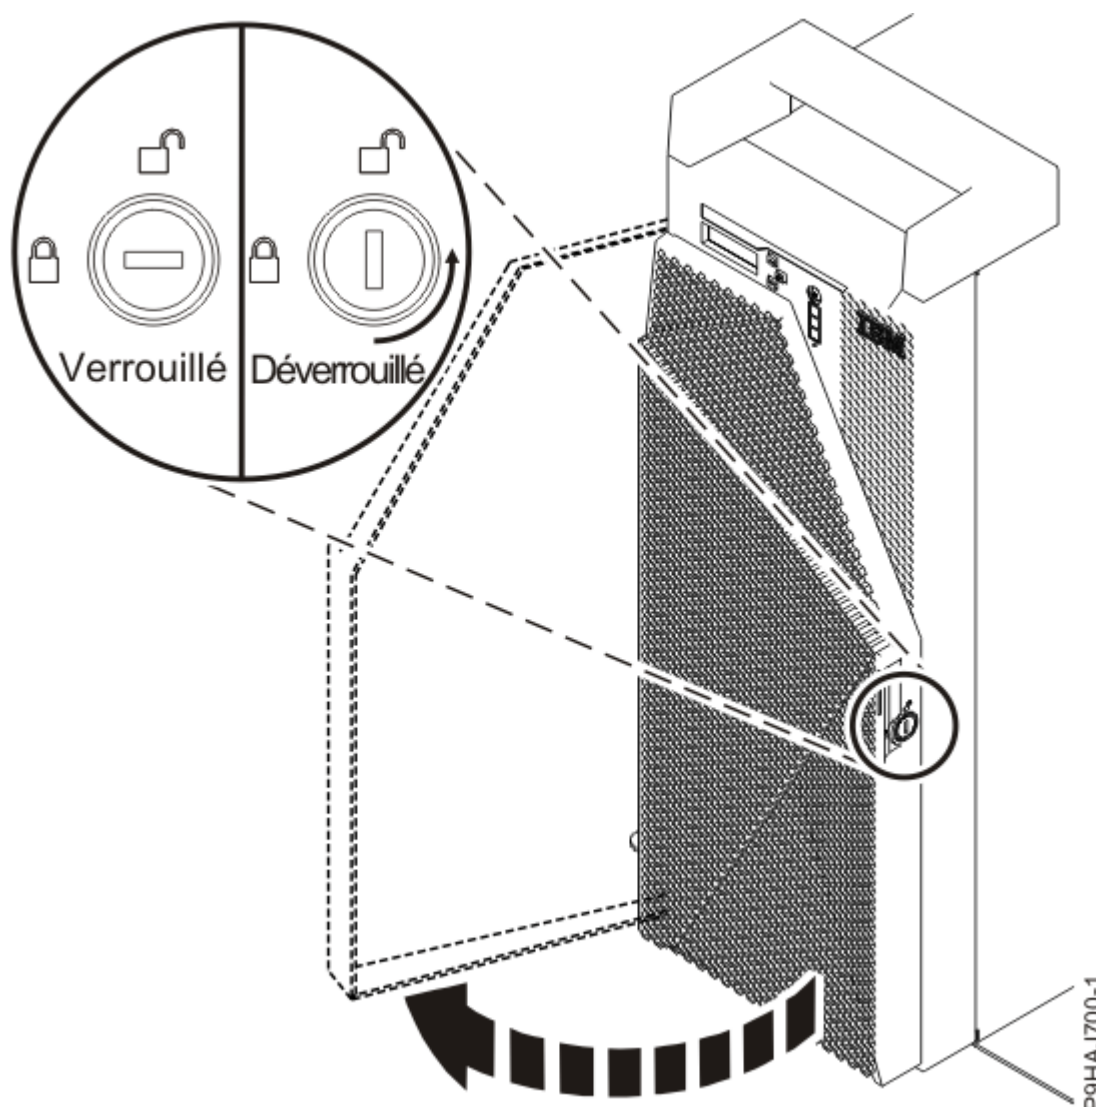

Figure 4. Déverrouillage du volet avant
- a) Insérez la clé du volet avant dans le verrou, comme illustré dans la Figure 4, à la page 6. Tournez la clé vers la gauche (dans le sens contraire des aiguilles d'une montre) afin de déverrouiller le